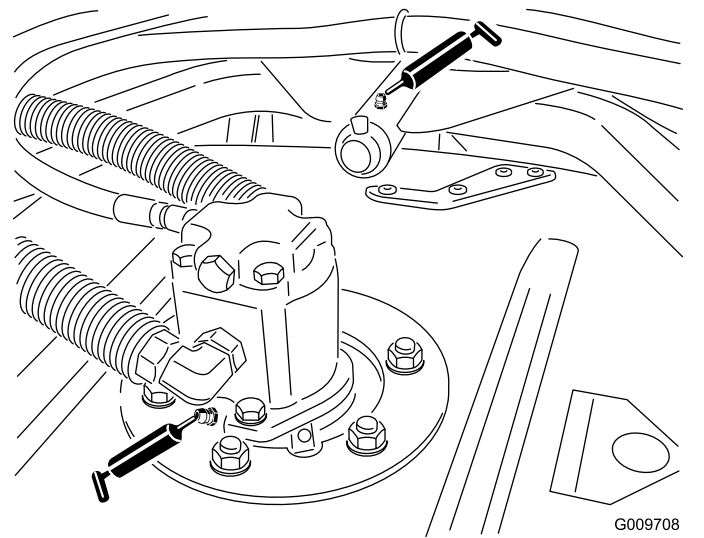

Figure 42
- Roulements d'axes de pivot d'unité de coupe (2 par unité de coupe), comme montré à la Figure 42
- Bagues de bras de bâti porteur d'unité de coupe (1 par unité de coupe), comme montré à la Figure 42